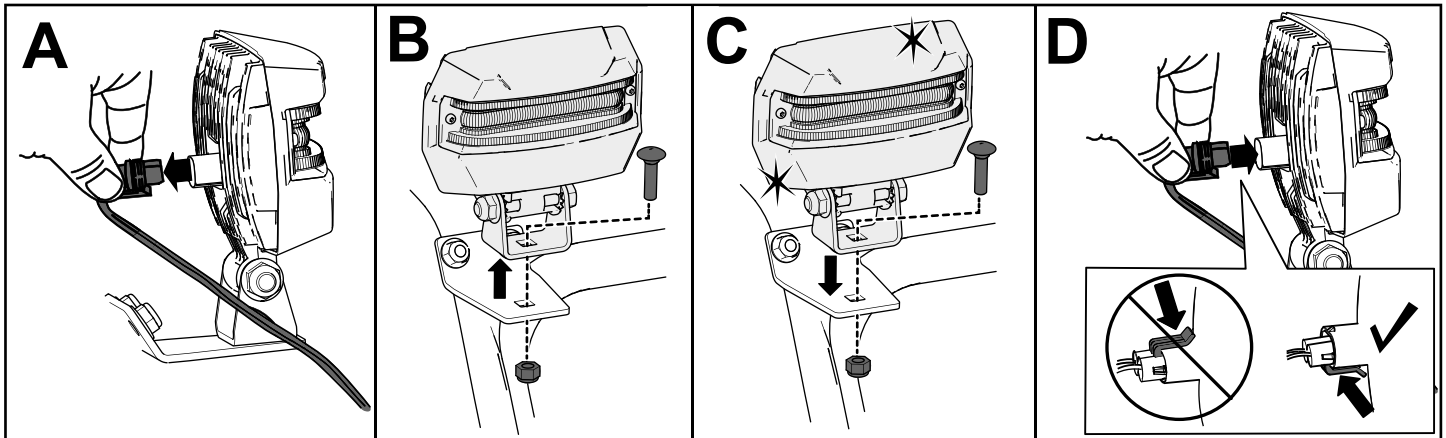

Figura 38
1. Rimuovete il filo del faro anteriore dal retro del faro anteriore (A della Figura 38).
2. Rimuovete il bullone e il dado che fissano il gruppo del faro anteriore sulla relativa staffa e poi smontate il vecchio gruppo del faro anteriore (B della Figura 38).
3. Fissate il nuovo gruppo del faro anteriore sulla relativa staffa con il dado e il bullone rimossi in precedenza (C della Figura 38).
4. Inserite il filo del faro anteriore dritto nel retro del faro anteriore sinché non è saldamente in sede (D della Figura 38).